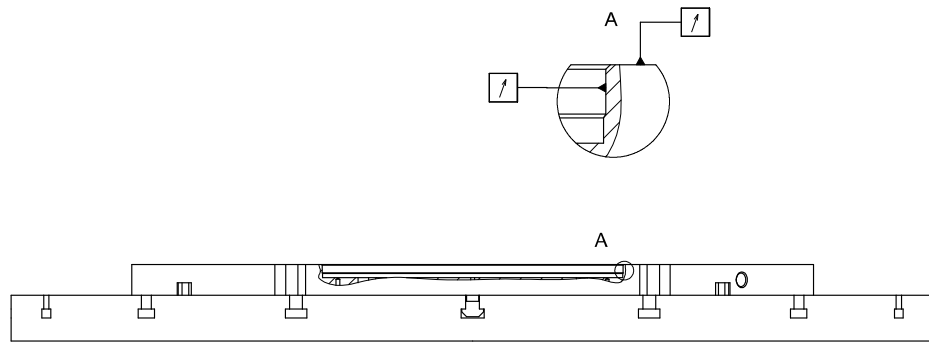
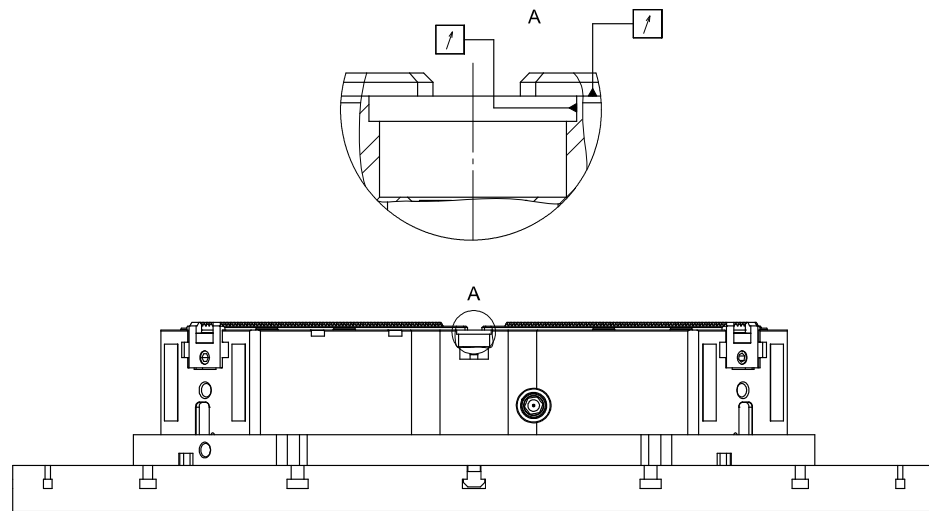

Fig. 3-3: Comprobación de la concentricidad y la excentricidad axial de la placa base
Fig. 3-4: Comprobación de la concentricidad y la excentricidad axial del mandril de sujeción
- Paso 2** Coloque la placa base limpia (7) lentamente y con cuidado (suspendida por las armellas) sobre la mesa de la máquina (12) con ayuda del equipo elevador.
- Paso 3** Coloque el perno de centraje (8) en la placa base (7) y atorníllelo con el tornillo de fijación correspondiente (9).
- Paso 4** Coloque un taco para ranuras de ajuste (10) en la ranura que corresponda de la placa base (7) y atornille el taco de corredera con el tornillo de fijación correspondiente.
- Paso 5** Introduzca los tacos de corredera (11) en las ranuras de la mesa de la máquina previstas para ello (12).
- Paso 6** Baje la placa base (7) hasta la mesa de la máquina (12). Durante el proceso, la placa base (7) se alinea con el perno de centraje (8) y con el taco para ranuras de ajuste (10).
**Paso 7** Con una llave dinamométrica, atornille la placa base (7) a la mesa de la máquina (12) apretando alternamente los tornillos de fijación (5) y los tacos de corredera (11). A continuación, retire de la placa base (7) las armellas y el equipo elevador.
**Paso 8** Compruebe la concentricidad y la excentricidad axial de la placa base. El valor permitido es de 0,05 mm. La medición se lleva a cabo en el reborde de centrado de la placa base y en la superficie plana que lo rodea (véase la Fig. 3-3).
**Paso 9** Con ayuda del equipo elevador, coloque el mandril de sujeción limpio (4) lentamente y con cuidado (suspendido por las armellas) sobre la placa base (7).
**Paso 10** Baje el mandril de sujeción (4) hasta la placa base (7). Durante el proceso, el mandril de sujeción (4) se alinea con su reborde de centrado y un taco para ranuras de ajuste (6).
**Paso 11** Con ayuda de una llave dinamométrica, atornille la placa base (7) y el mandril de sujeción (4) apretando alternamente los tornillos de fijación exteriores (2).
**Paso 12** Compruebe de nuevo la excentricidad axial y la concentricidad del mandril de sujeción. El valor permitido es de 0,05 mm. Para ello, retire el inserto roscado (3). La medición se lleva a cabo en el orificio de ajuste ubicado sobre la rosca y en la superficie plana que lo rodea (véase la Fig. 3-4).
**Paso 13** Cierre los orificios de los tornillos de fijación exteriores (2) con las cubiertas (1).